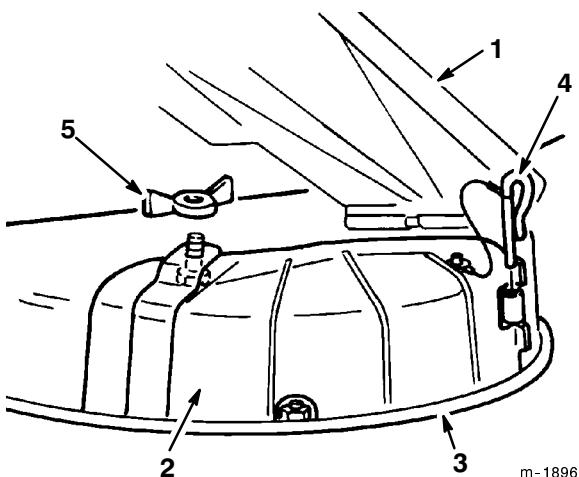

Bild 12
2. Heben Sie das Ablenkblech hoch und legen die Auswurfkanalabdeckung über die Öffnung und auf die untere Lippe des Schneidwerks, wobei Sie die Abdeckung gleichzeitig in das vordere Scharnier stecken (Bild 12).
3. Schieben Sie den Scharnierstift durch das Scharnier (Bild 12).
4. Befestigen Sie die Auswurfkanalabdeckung mit der Flügelmutter am Schneidwerk (Bild 12).